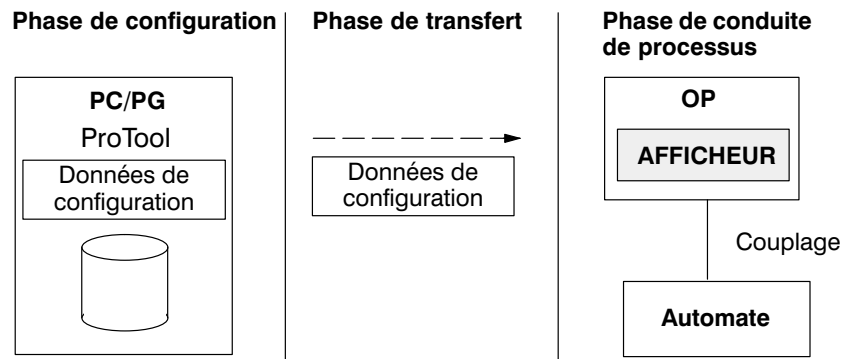

Figure 1-1 Les phases de configuration, de transfert et de conduite de processus
Données de configuration	La configuration est réalisée sur un PC ou sur une console de programmation (PG). La configuration doit ensuite être générée dans ProTool, puis transférée vers le pupitre opérateur. Lorsqu'un couplage à l'automate est établi, l'OP affiche les valeurs actuelles. La figure 1-1 illustre les différentes phases du travail avec les données de configuration.